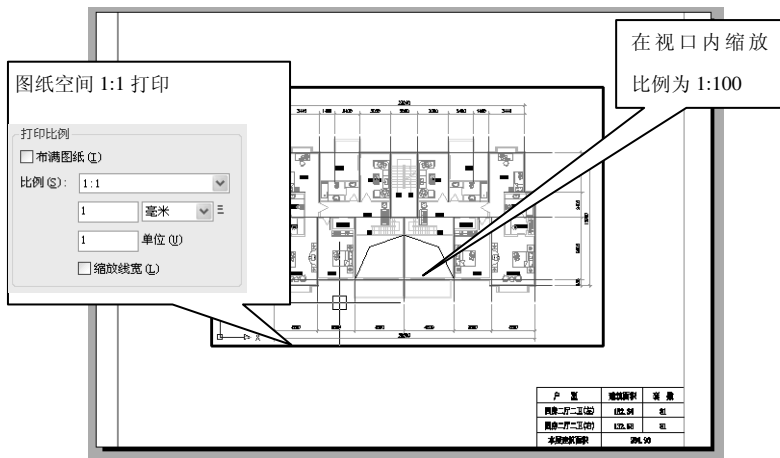

图 12-31 视口控制比例
- 在图纸空间中使用视口控制比例,然后按照 1:1 的比例打印,如图 12-31 所示。